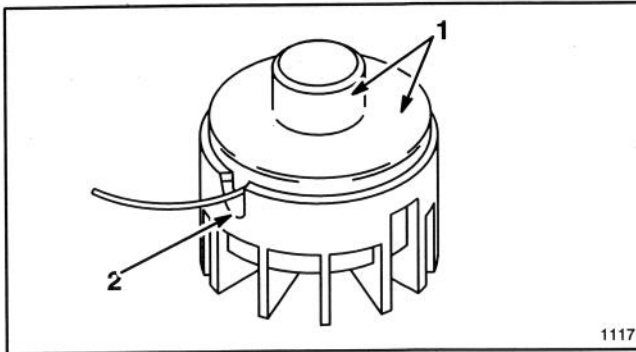

Figure 21
6. Insérer le fil dans l'oeillet de métal de la tête de coupe (Fig. 21) et le tenir d'une main tout en plaçant la bobine et le capuchon sur le ressort avec votre autre main. Aligner les ergots de capuchon sur les fentes de la tête de coupe, enfoncer les ergots et bloquer le capuchon et la bobine en position en appuyant dessus (Fig. 21).